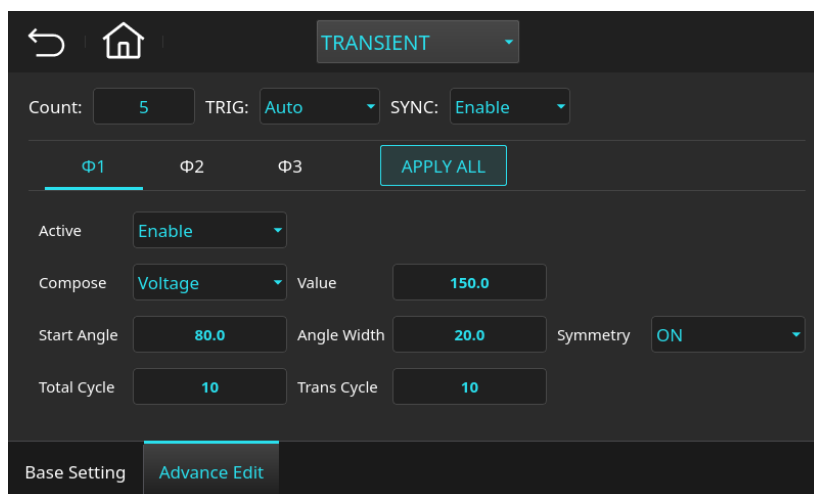

图 5-37 瞬态波形模式(Transient)设定页面(第一相设定范例参数)(Surge)
5. 设定 TRIG=Auto，编辑参数如下图 5-37 所示。